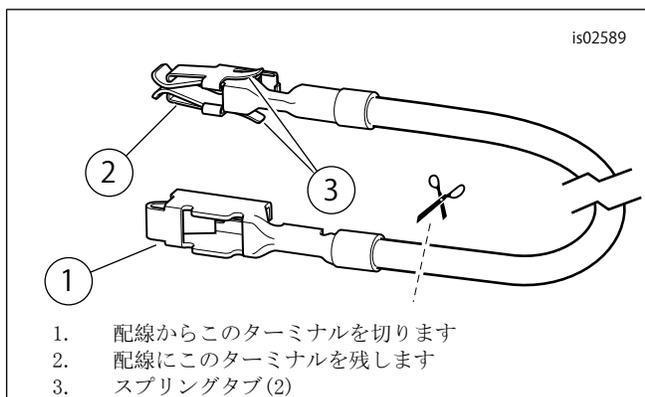
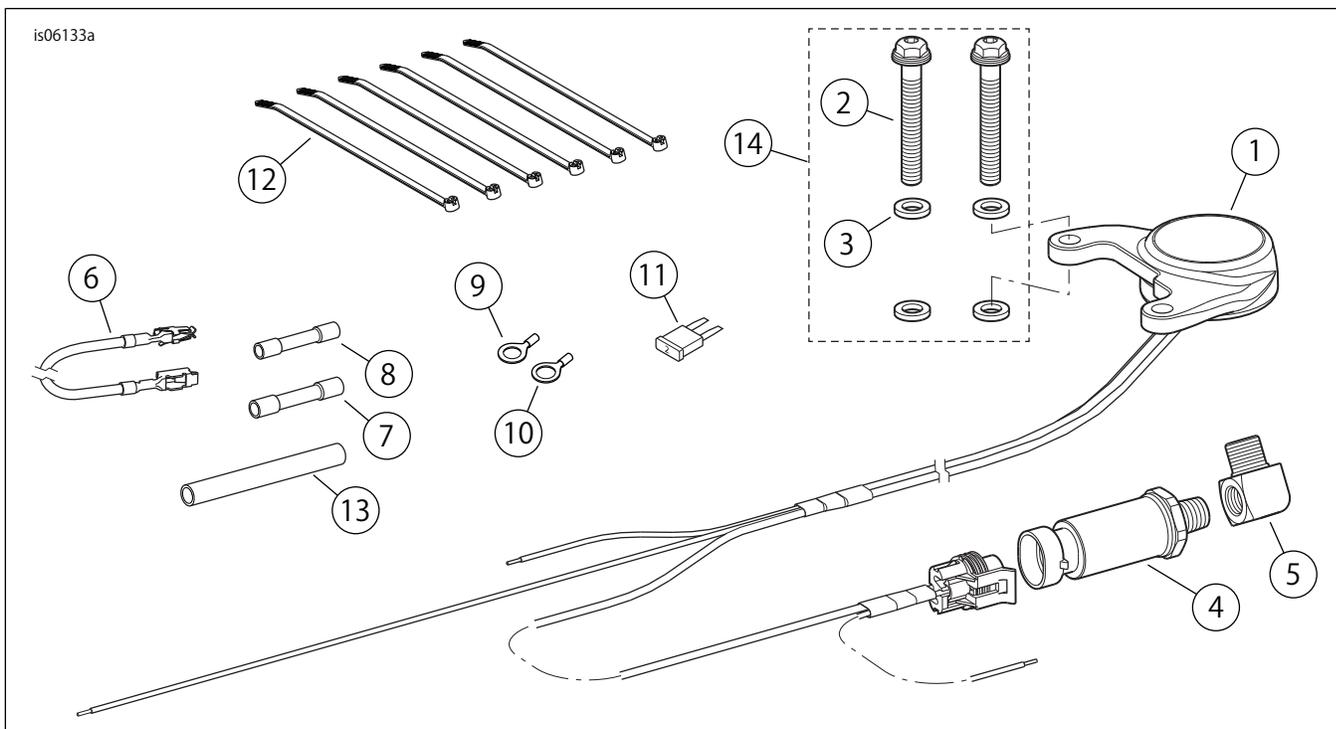

図3. ヒューズブロックアダプターワイヤー(DynaとSoftail)
図5. 交換用パーツ、デジタルオイルプレッシャーゲージ
8. 図5を参照してください。正しいリングターミナル(アイテム9または10)を選択して、アーススクリューまたはスタッドに取り付けます。デジタルオイルプレッシャーゲージハーネス上の黒のアース用ワイヤーを切り、車両アースに簡単に届くようにします。リングターミナルを黒色アースワイヤーに圧着します。ターミナルをアーススクリューまたはスタッドに取り付けます。オレンジ/白ワイヤーを車両の電源に接続します。サービスマニュアルの配線図および手順を参照してください。特定の年式/モデルのセクションに進んでください。
4. 図5を参照してください。「ハーネス接続」の警告、およびサービスマニュアル。キットの青色シールドスプラインコネクタ(7)を使用し、3本全てのオレンジ/白ワイヤーを一緒に接合します。
2. 図5を参照してください。キットからオレンジ/白ヒューズブロックアダプターワイヤー(6)を取り出します。図3を参照してください。それぞれの先端に付いているターミナルに注意してください。スプリングタブのあるターミナルのみがヒューズのキャビティに合います。慎重に、スプリングタブなしターミナルを配線から切り取り、廃棄します。
4. デジタルオイルプレッシャーゲージハーネスのオレンジ/白ワイヤーの余分な長さを、ステップ3で取り付けられたオレンジ/白アダプターワイヤーに簡単に届くように切ります。図5を参照してください。青色のシールドスプラインコネクタ(7)を取り出します。デジタルオイルプレッシャーゲージハーネスのオレンジ/白ワイヤーをオレンジ/白アダプターワイヤーに接合します。
5. 図5を参照してください。2 Aヒューズ(11)をオープンヒューズキャビティに挿入し回路を完成させます。
3. 図3を参照してください。キットからオレンジ/白ヒューズブロックアダプターワイヤー(6)を取り出します。それぞれの先端に付いているターミナルに注意してください。スプリングタブのあるターミナルのみがヒューズのキャビティに合います。慎重に、スプリングタブなしターミナルを配線から切り取り、廃棄します。
6. 図5を参照してください。キットの2Aヒューズ(11)をP&A IGNヒューズキャビティに挿入し回路を完成させます。
3. 図5を参照してください。キットからオレンジ/白ヒューズブロックアダプターワイヤー(6)を取り出します。
7. 図5を参照してください。キットの2Aヒューズ(11)をP&A IGNヒューズキャビティに挿入し回路を完成させます。ステップ4で外した3つのヒューズを正しいキャビティに取り付けます。